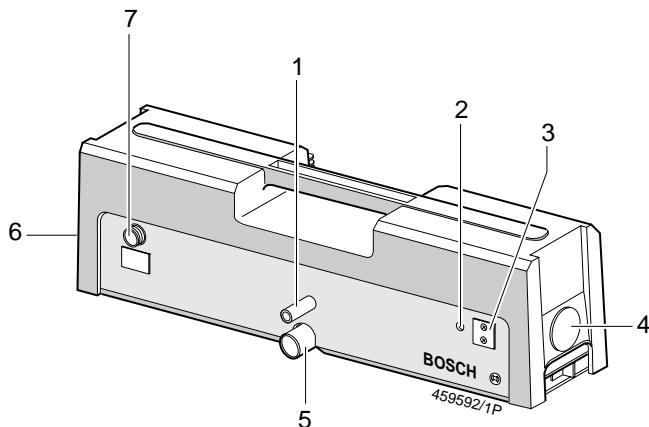

Bild 1: RTM 430
- Wenn vorhanden, den Schlauch zur Abgasrückführung (Sonderzubehör) am Anschluss-Stutzen (Bild1; Pos. 5) des RTM 430 anbringen und mit der Absauganlage verbinden.
1. Die Verschlussdeckel (Bild 1; Pos. 4,6) an den Seitenwänden mit geeignetem Werkzeug (z. B. Schraubendreher) entfernen.